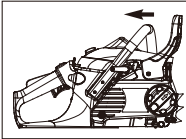

Fig. 3A
2. Kontrollera att CHAIN BRAKE®-spaken är tillbaka i FRÄNKOPPLAT läge. (Fig. 3A)